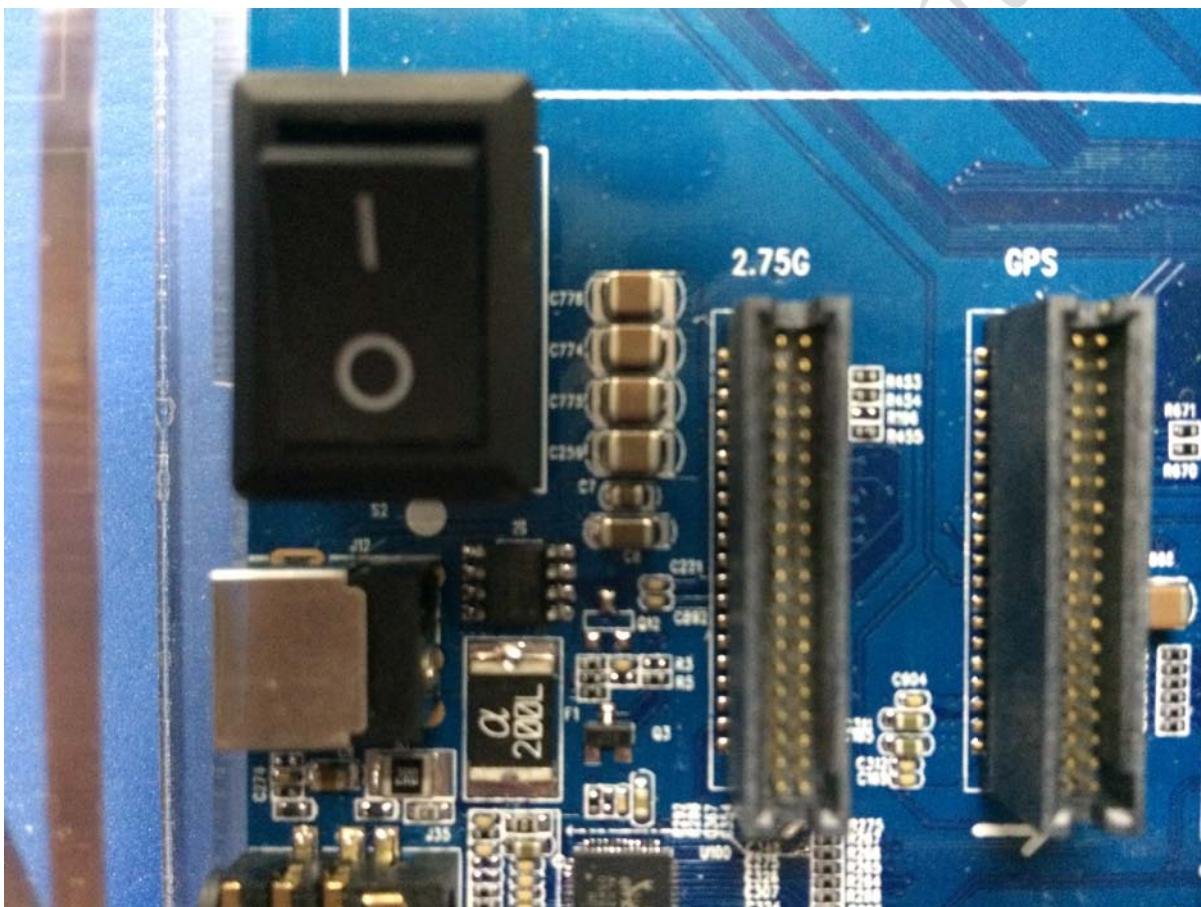

图 13 SDK开发板电源输入
1. 电源适配器供电输入的12V/2A电源(图13)，通过电源板处理后得到系统电源VCC_SYS，并输出其余各组电压供主板使用。